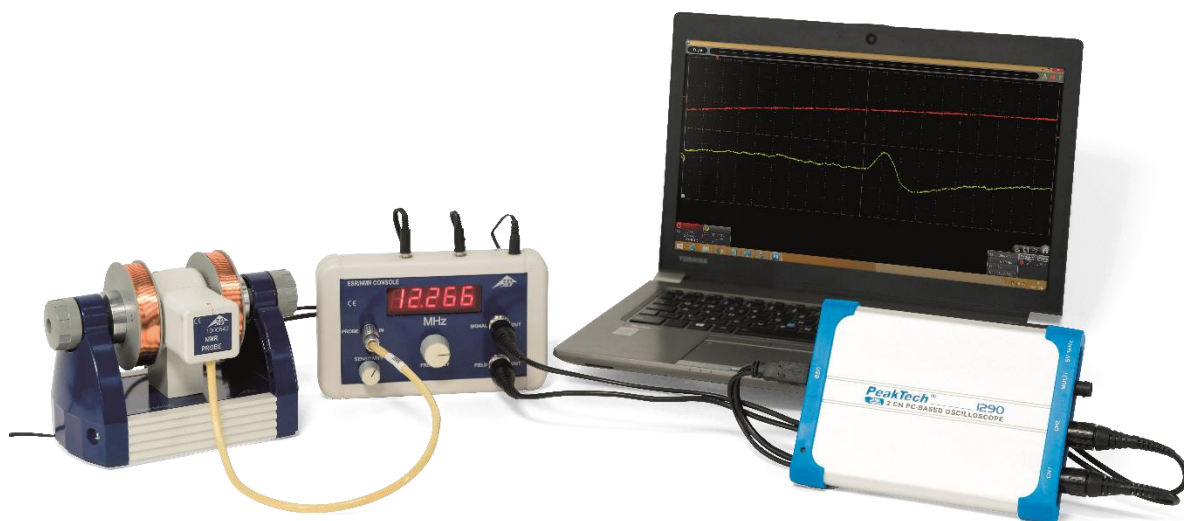

Fig. 3: Arranjo experimental para RPE com um osciloscópio para PC
- Conecte a saída “SIGNAL OUT” da unidade de controle ao canal 1 do osciloscópio e a saída “FIELD OUT” ao canal 2 (veja Fig. 3).